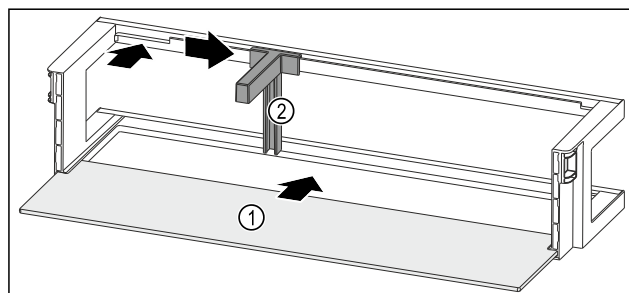

Fig. 119 Türabsteller mit Abstellfläche
- ▶ Abstellfläche *Fig. 119 (1)* in die seitlichen Einsparungen einschieben.
- ▶ Flaschenhalter *Fig. 119 (2)* in die Aussparung einsetzen.
- ▶ Flaschenhalter *Fig. 119 (2)* in gewünschte Position zur Seite schieben.